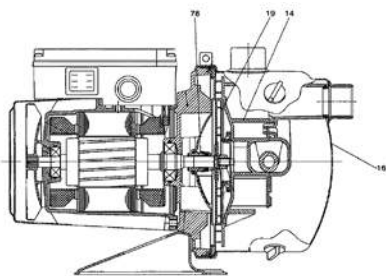
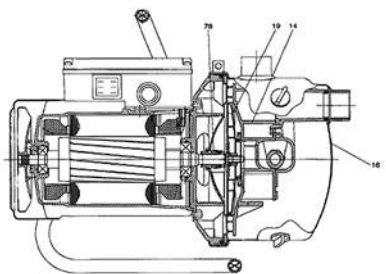

Рис. 1 Разрез насоса JP 5
Рис. 2 Разрез насоса JP 6
- Разрез насосов JP 5 и JP 6 представлен на Рис. 1 и Рис. 2.